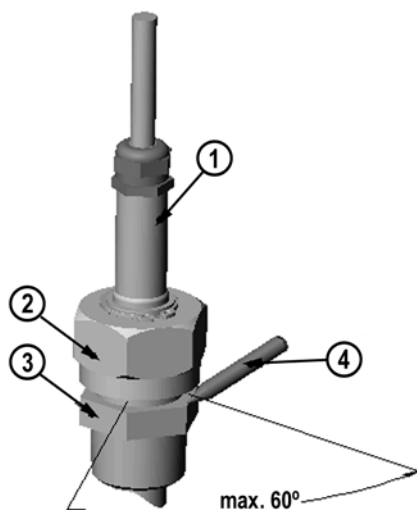

图 15 拧紧对开螺母
在图 15 中:
11. 用叉形扳手将对开螺母拧紧 50 ... 60° (大约 1/6 转)，如果使用转距扳手，将螺母紧至 $45 \pm 5 \text{ Nm}$ ($33 \pm 4 \text{ ft-lbs}$)。参考图 15。